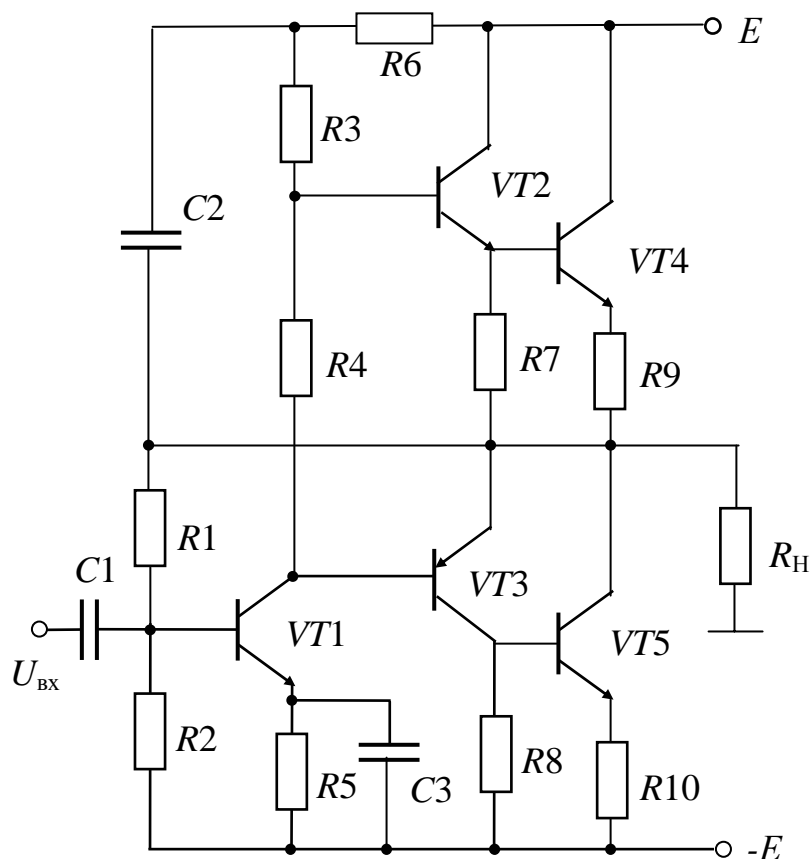

Рисунок 12.1 – Выходной каскад УНЧ
12.3.1 Пусть стоит задача выбора основных элементов двухтактного выходного каскада усилителя звуковых частот (рис.12.1) с выходной мощностью  $P_H = 10$  Вт и сопротивлением нагрузки  $R_H = 8$  Ом. Усилитель низкой частоты выполнен по схеме с квазидополнительной симметрией выходных транзисторов. Усилитель питается от двухполярного источника. В точке покоя напряжение на нагрузке устанавливается равным нулю. В УНЧ используется цепь параллельной отрицательной обратной связи по напряжению через резистор  $R1$  и вольтодобавочная цепь положительной обратной связи за счет элементов  $C2$  и  $R6$  [11,18].